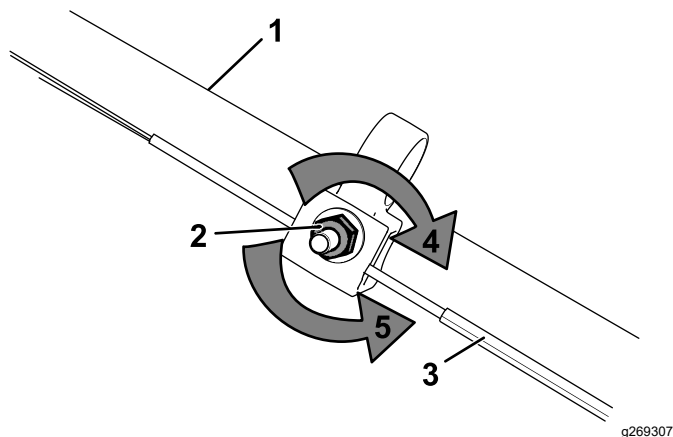

Figure 36
1. Tournez l'écrou de réglage dans le sens antihoraire pour desserrer le réglage du câble (Figure 36).
2. Ajustez la tension du câble (Figure 36) en le tirant en arrière ou en le poussant en avant puis en le maintenant à cette position.